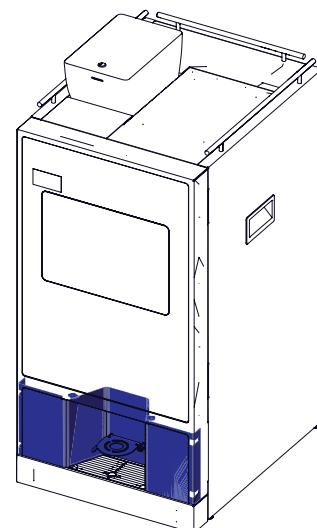

Рисунок 11.4
**11.2.1.5 Лоток для стаканов (см.рис.11.4)**